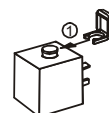

Fig 4
- Spule gegen das Magnetventil drücken - Spulencilp aufschieben (1) und schließen (2) (siehe Fig 4).